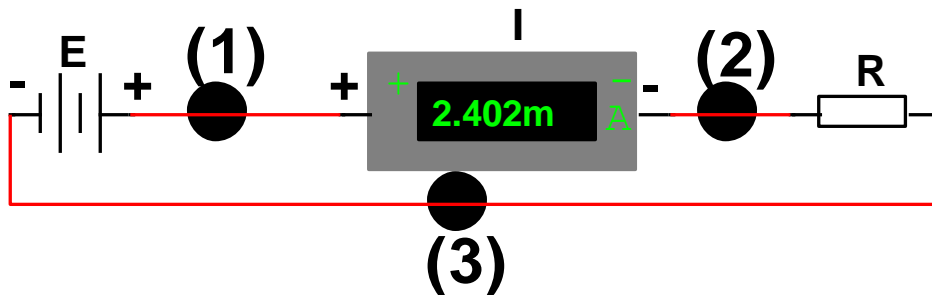

Figura 2. Conectarea miliampermetrului în circuit
2. Conectez rezistorul R în serie cu miliampermetrul I și cu sursa E ca în figura 2.
6. Calculez rezistența electrică cu formula: (1) $R = \frac{U}{I} \cdot 1000$